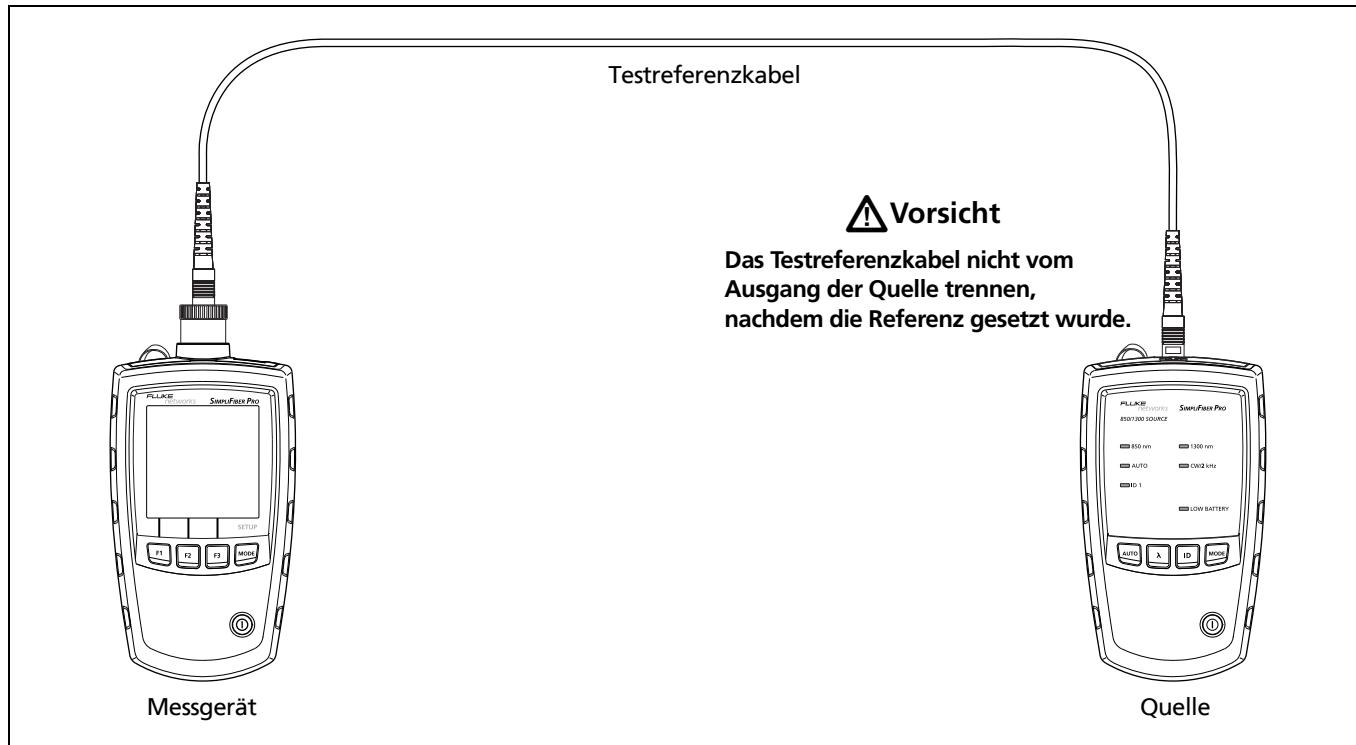

Abbildung 10. Referenzverbindungen (1-Jumper-Methode)
- 3 Die in Abbildung 10 gezeigten Verbindungen herstellen.